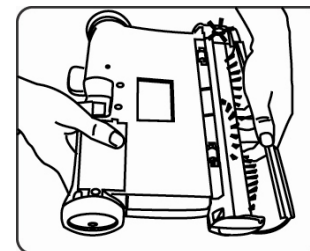

Fig. 14
- De vez en cuando, quite la cubierta transparente del cepillo del frente de la barredora y saque la acumulación de pelusa, pelos o fibras del cepillo giratorio. Para quitar la cubierta, agárrela por debajo, tire hacia fuera y hacia arriba hasta que se desenganche de las ranuras laterales y de las pestañas de la parte superior. Corte cuidadosamente los hilos y cabellos con una tijera. (Fig. 14)
1. Quite la cubierta del cepillo. (Fig. 14)